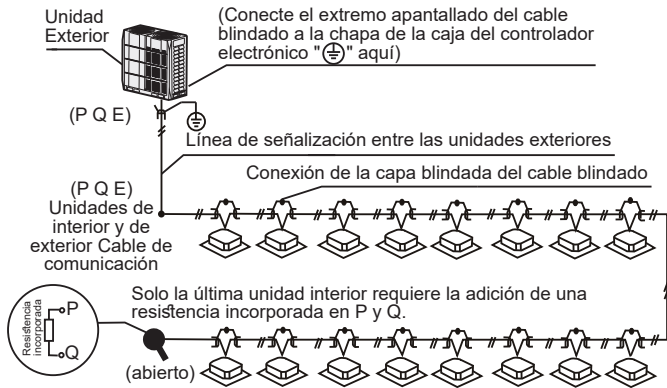

Figura 6.6
- El cableado de comunicación entre las unidades de interior y de exterior debe conectar una unidad tras otra en una cadena tipo margarita desde la unidad exterior hasta la unidad interior final. La capa blindada debe conectarse correctamente a tierra y se debe añadir una resistencia incorporada a la última unidad interior para mejorar la estabilidad del sistema de comunicación (véase figura 6.6).